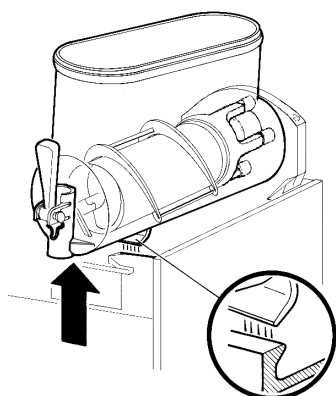

figure 5
- 2** Démontez le réservoir en poussant légèrement sa partie inférieure (côté robinet) vers le haut pour en libérer les crochets inférieurs (voir figure 5) et en le faisant ensuite glisser par